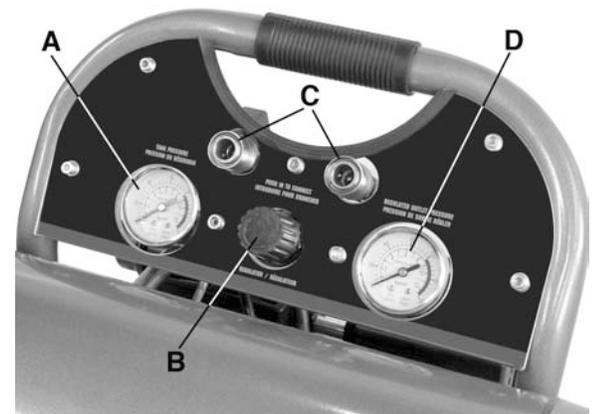

FIGURE 5
MANOMÈTRE POUR PRESSON DE RÉSERVOIR (A) FIG.5 : Le manomètre pour pression du réservoir indique la pression d'air de réserve dans le réservoir.
RÉGULATEUR (B) FIG.5 : La pression d'air provenant du réservoir d'air est contrôlée par le régulateur. Tournez le régulateur dans le sens horaire pour augmenter la pression ou en sens anti-horaire pour diminuer la pression.
CONNECTEURS RAPIDES "UNE TOUCHE" DE 1/4" (C) FIG. 5 : Branchez un boyau avec un raccord mâle de 1/4" dans un des connecteurs rapides femelle "une touche" de 1/4".
MANOMÈTRE POUR PRESSON DE SORTIE (D) FIG.5 : Le manomètre pour pression de sortie indique la pression d'air disponible sur le côté sortie du régulateur. Cette pression est contrôlée par le régulateur et est toujours inférieure ou égale à la pression du réservoir.